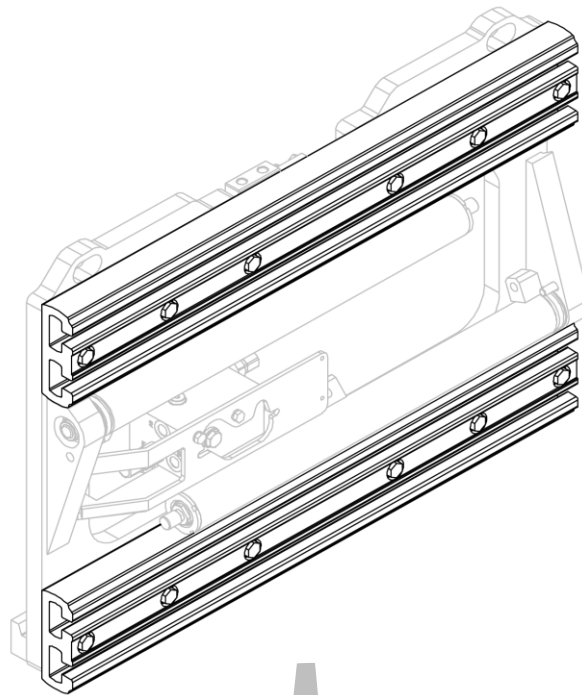
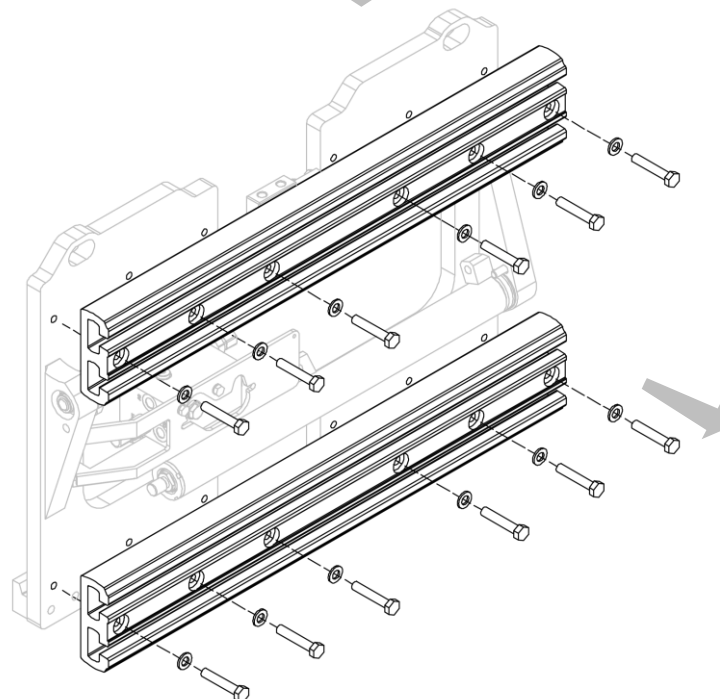

Abbildung 29
Abbildung 30
2. Schrauben Sie die Aluminiumprofile, eines nach dem anderen, ab und nehmen Sie sie ab (siehe *Abbildung 29* und *Abbildung 30*).